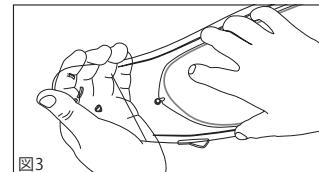

図3
- 取り付けは、図3のように片方のピンにSHOEI DRYLENSを差し込みます。